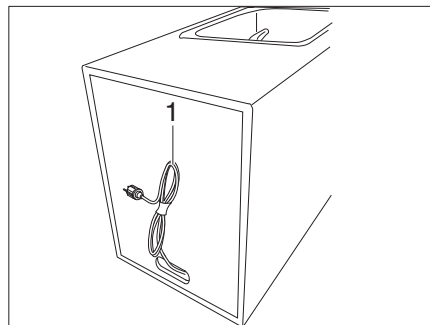

Figura 20 Cable de alimentación para batería de litio
- Si es necesario, (Figura 20,1) desenchufar en la parte posterior del módulo de enjuague.